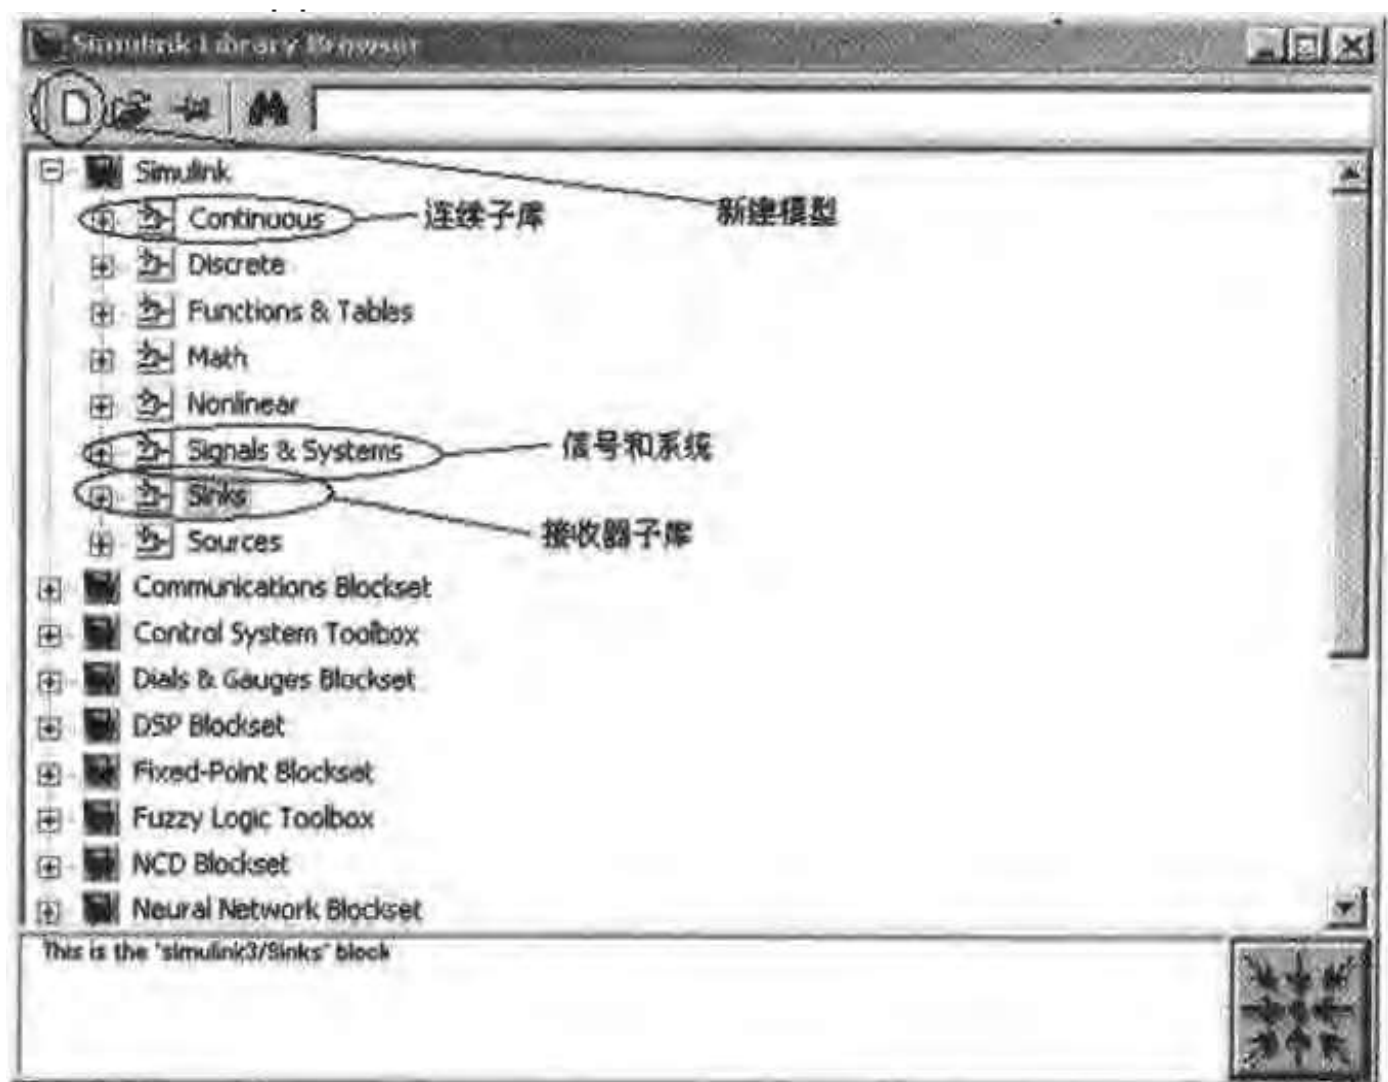

图 4-9 从模块库查找积分所需的模块
(1) 启动 Simulink 模块库浏览器窗口(这当然是必须的)。
(2) 新建一个空白模型,为此请点击库浏览器工具栏上的空白按钮(如图 4-9)。在 Simulink 里,模型是保存在模型文件里的,新建一个空白模型,也就是新建一个空白的模型文件,模型文件的后缀名为 .mdl。也可以在模型窗口新建一个空白模型,其操作是使用 File 菜单下的 new a model 命令。
(3) 在模型库浏览器窗口中找到所需的模块。此模块包括的模块有:正弦波发生器、积分器、复合器和示波器。它们的位置分别是:正弦波发生器在 source 子库,积分器在连续系统子库(见图 4-9),复合器在信号和系统子库,示波器在接收子库。